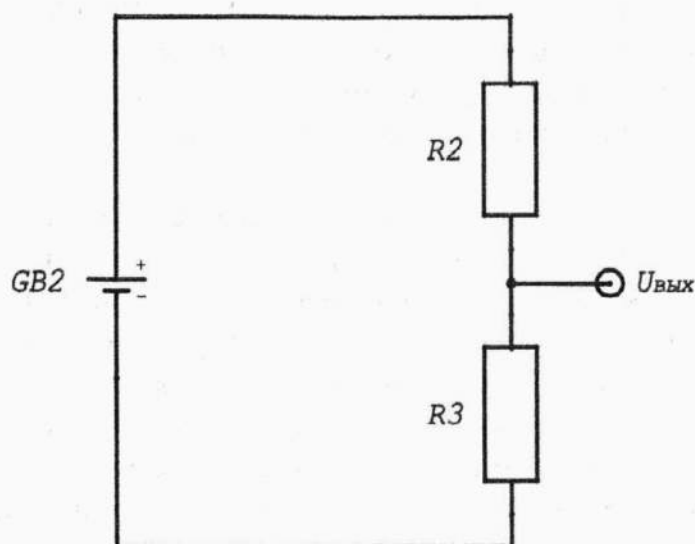

Рис. 4.1. Для деления напряжения достаточно взять два резистора. Такой прием широко используется для обеспечения различных напряжений на разных участках схемы
- ✓ **Уменьшение напряжения на заданном участке схемы:** во многих схемах необходимо подавать на различные участки разные значения напряжения, чтобы запитывать разные радиоэлементы. Это легко выполнить, имея под рукой резисторы. Соединив два резистора последовательно, как показано на рис. 4.1, можно получить схемотехнический узел, называющийся делителем напряжения. Полагая, например, что оба резистора имеют одинаковые сопротивления, можно сделать вывод, что раз они тормозят электроны в равной мере, напряжение в точке их соединения будет равно половине приложенного ко всему узлу напряжения.